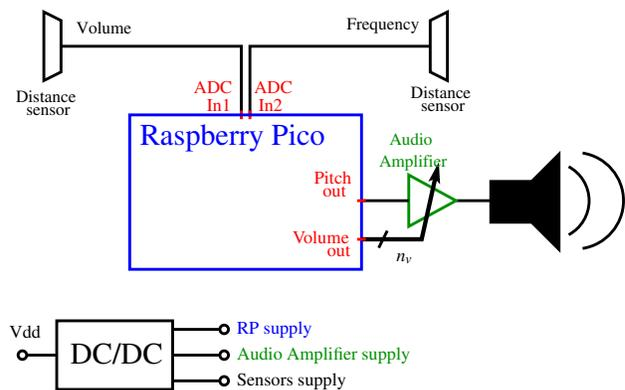

FIGURE 2 – Schéma bloc de ThereDig
Dans le cadre de ce projet ThereDig, l'objectif est de réaliser une implantation numérique de l'instrument, notamment la partie oscillateur et contrôle du volume. Le schéma bloc du système est illustré dans la figure 2. Le cœur du système utilise une Raspberry Pi Pico (RP). Deux capteurs permettent respectivement de récupérer :